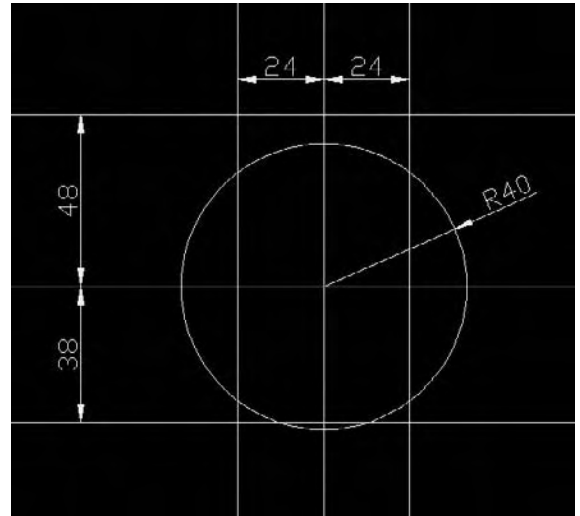

Fig.16.1
- 3 Décalez la droite verticale de 24 cm vers la gauche et vers la droite (fig.16.1).